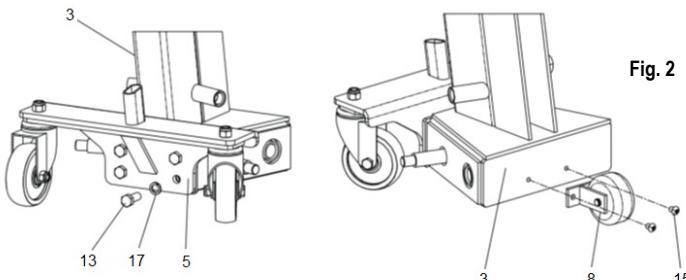

Fig. 2
1. Brug bolten (13 - fig. 2) og fjederskiven (17 - fig. 2) til at forbinde baghjulsenheden (5 - fig. 2) med rammen (3 - fig. 2). Brug bolten (15 - fig. 2) til at forbinde hjælpehjulsenheden (8 - fig. 2) med rammen (3 - fig. 2), og fastgør boltene.